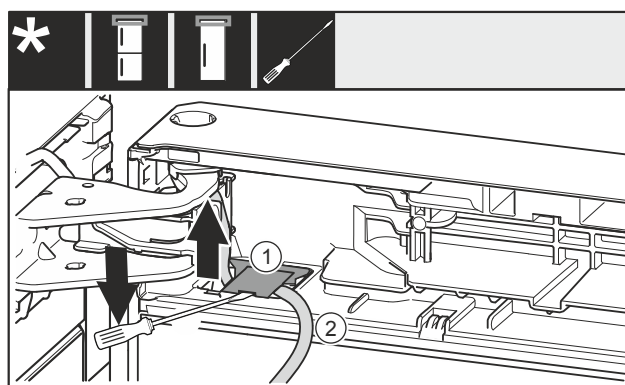

Fig. 25
- Avec un tournevis plat, soulever le cache Fig. 25 (1) et le retirer.
- Retirer le câble Fig. 25 (2).